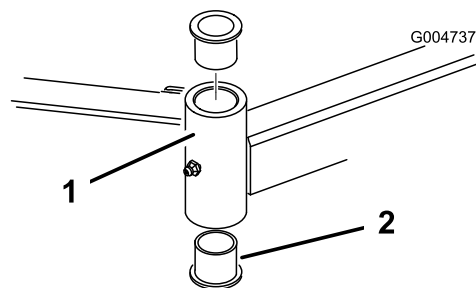

Figura 104
4. Introduza um punção para cavilhas na zona superior ou inferior do tubo de montagem e retire o casquilho para fora do tubo (Figura 104).